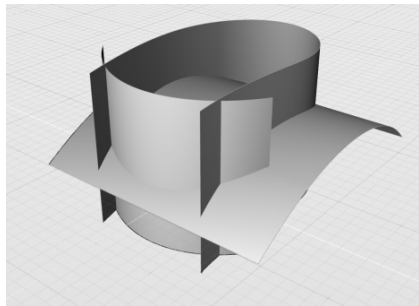

图 4-139 创建 3 个独立的挤出曲面
2) 使用“挤出”工具, 分别对 3 条曲线进行操作, 获得 3 个独立的挤出曲面, 如图 4-139 所示。